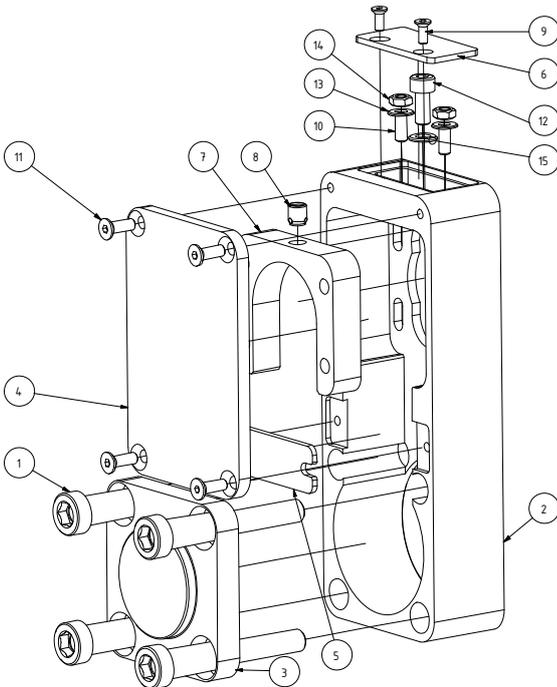
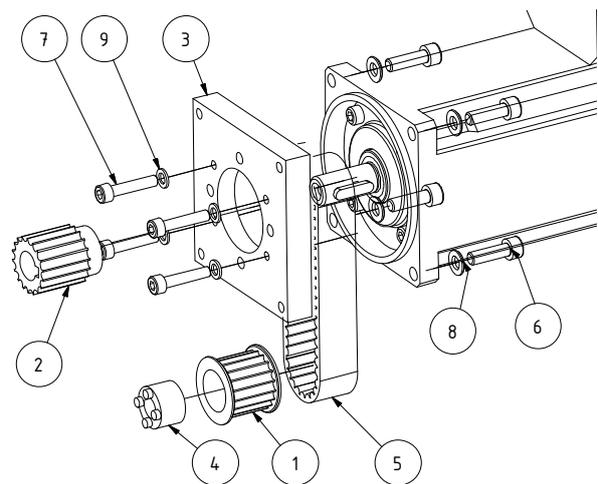

Abbildung 20: Parallelgehäuse
Abbildung 21: Motoranbauoption
- ◆ Deckel (siehe Abbildung 20 Pos.6 und Pos.4) demontieren.
- ◆ 4 Schrauben (siehe Abbildung 22) leicht lösen, ca. 1 bis 2 Umdrehungen (für Detailansicht siehe Abbildung 20 und Abbildung 21).
- ◆ Spanschraube (siehe Abbildung 20 Pos.12) soweit lösen, bis sich die Antriebseinheit nicht mehr weiter absenkt.
- ◆ 4 Schrauben (siehe Abbildung 21 Pos. 7) ganz heraus drehen. Zuerst unten, dann oben.
- ◆ Motor- / Getriebeflansch (siehe Abbildung 21 Pos.3) durch Lösen der Schrauben (siehe Abbildung 21 Pos.6) demontieren.
- ◆ Motor- / Getriebeflansch (siehe Abbildung 21 Pos.3) mit den Schrauben (siehe Abbildung 21 Pos.6 & Pos.8) montieren.
- ◆ 4 Schrauben (siehe Abbildung 21 Pos.7) bis der Motorflansch anliegt eindrehen. Noch nicht fest festdrehen.
- ◆ Deckel (siehe Abbildung 20 Pos.6 un Pos.4) montieren.